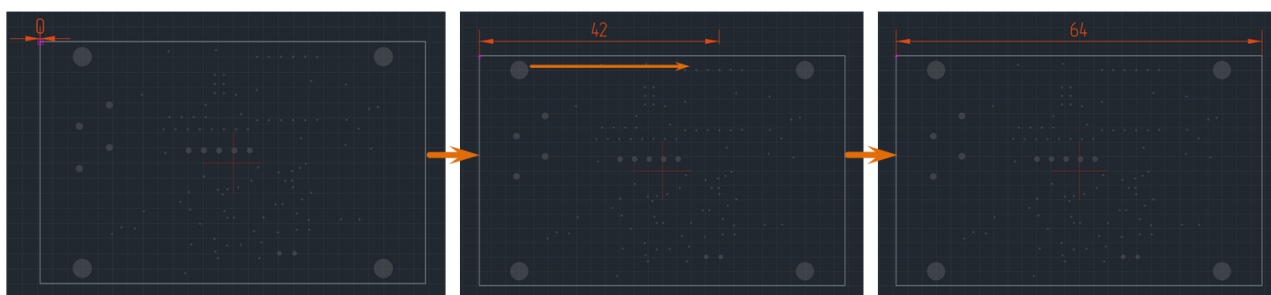

Рис. 408 Размещение горизонтальной размерной линии
4. Переместите курсор, определяя положение второй выносной линии, см. Рис. 408. Установите длину и направление выносных линий, перемещая курсор. Возможный вид размерной линии будет отображаться на экране.